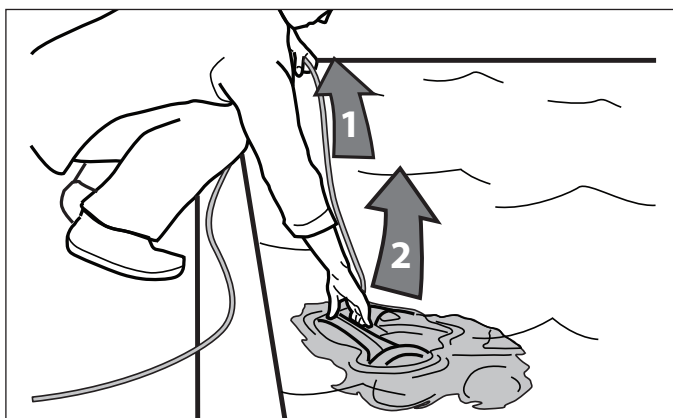

Figure 21. Sortir le nettoyeur de la piscine
- Ne jamais soulever le nettoyeur hors de la piscine en tirant par le câble flottant. Utiliser toujours la poignée pour l'enlever de la piscine. Se référer aux Figures 21 et 22.